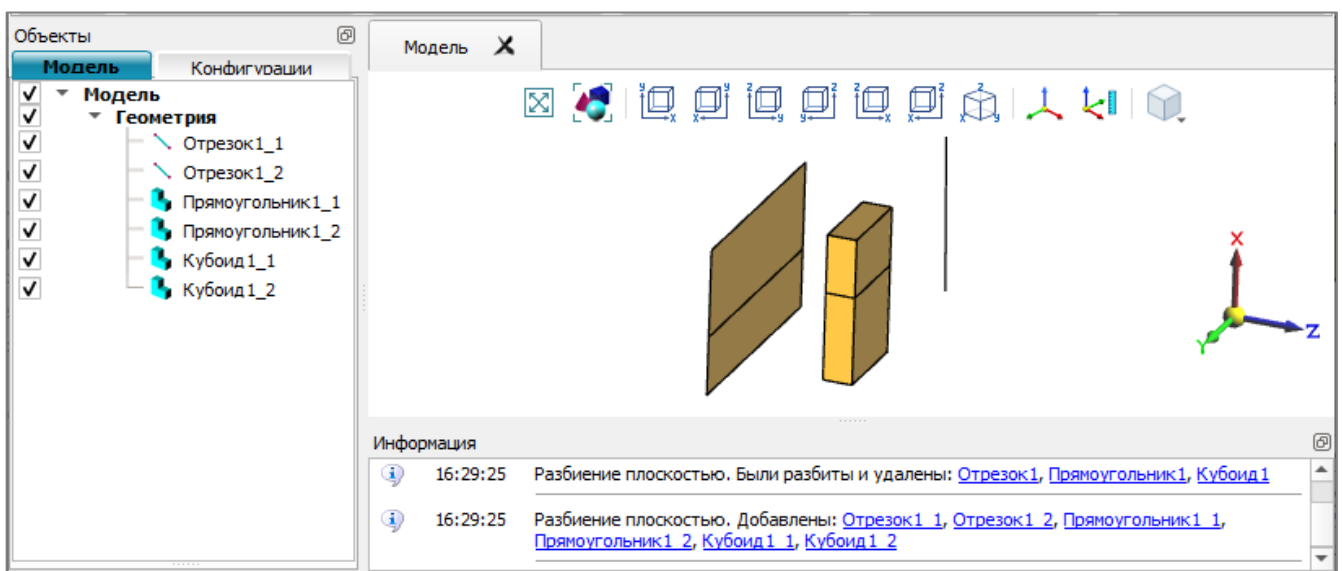

Рис. 36
4) нажать кнопку «Создать». В результате выполнения операции каждый из выделенных объектов будет разбит на две части, исходные объекты будут удалены. В «Информационное окно» выведены сообщения о выполнении операции (рис. 36).